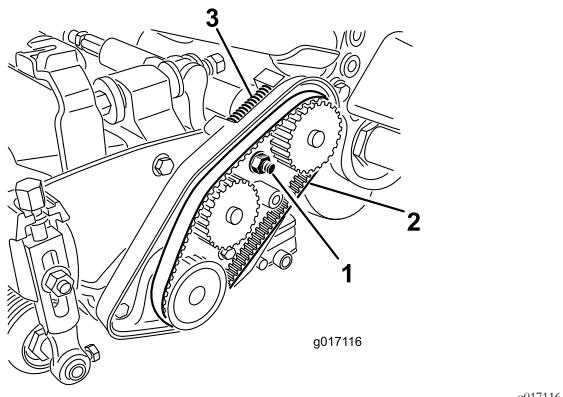

Bild 48
- A. Lösen Sie die Befestigungsmutter des Lagergehäuses (Bild 48).
- C. Entfernen Sie Rückstände aus der Riemenkammer und vom Bereich um die Druckfeder (Bild 48).